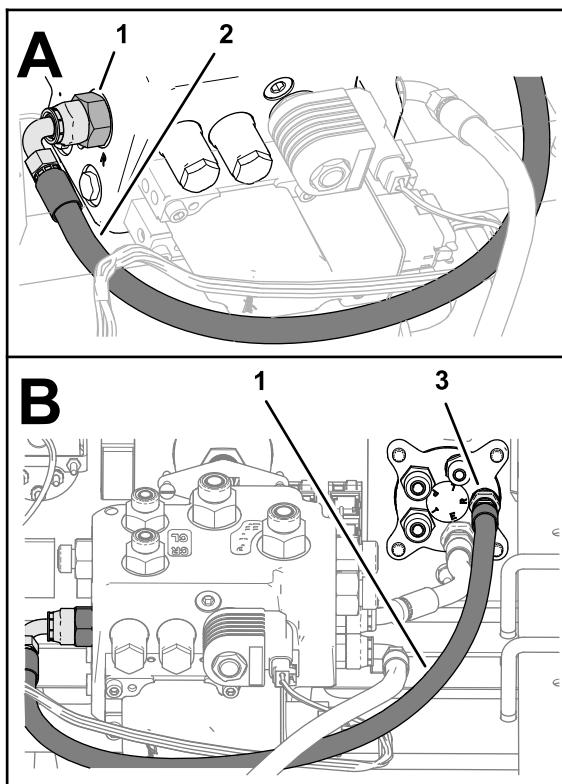

Figura 115
5. Monte el acoplamiento de 90° de la manguera de 6×673 mm en el acoplamiento del orificio F de la válvula de dirección EHI (Figura 115).
6. Monte el acoplamiento recto de la manguera de 6×673 mm en el acoplamiento del orificio R de la válvula de dirección, y apriete ambos acoplamientos (Figura 115).